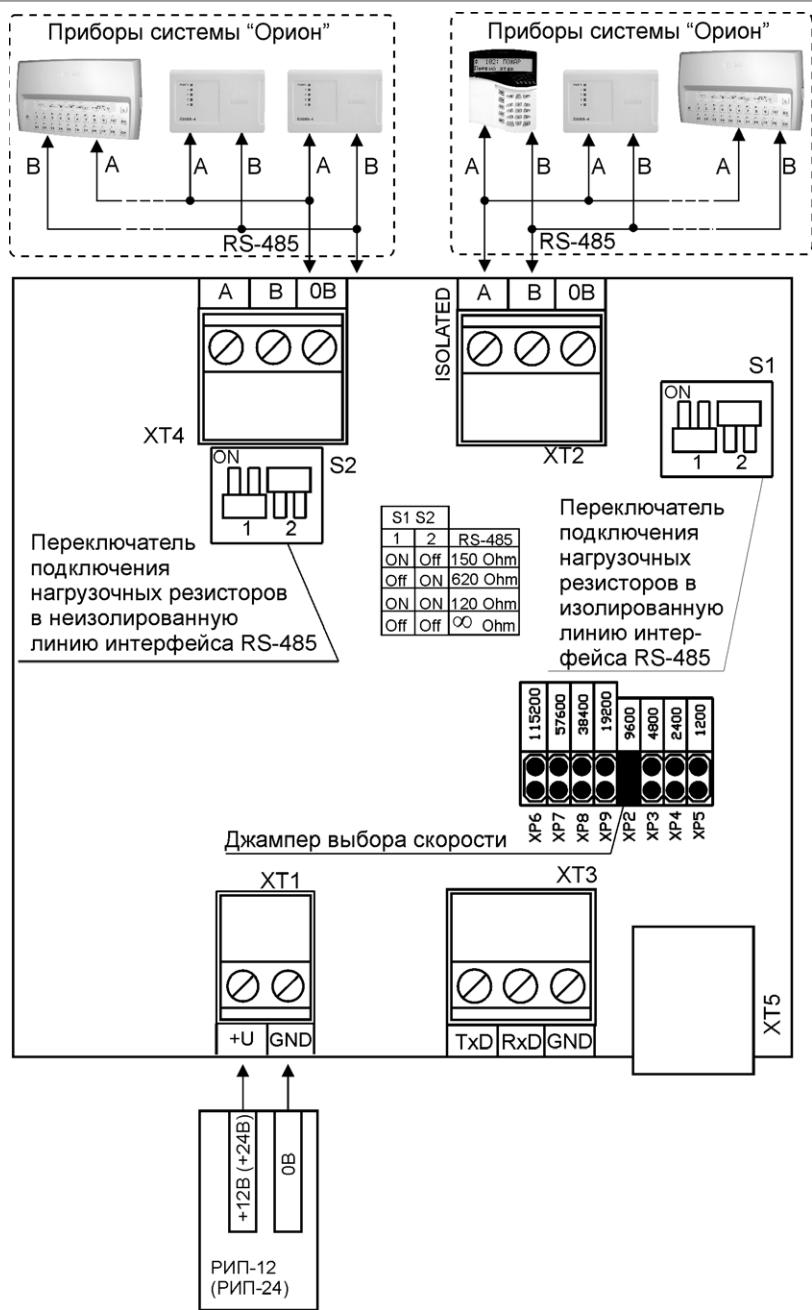

Рисунок 4.
- или в режиме повторителя интерфейса RS-485 (см. рис. 4).
2.1. Подайте напряжение питания на преобразователь и измерьте его значение мультиметром на клеммах «+U» и «GND» (при подключении по схеме на рис. 4). Измеренное значение напряжения должно соответствовать данным п.1.1.